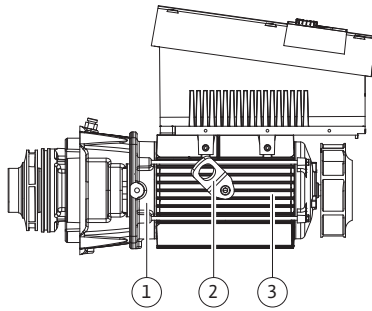

Fig. 13: juego de introducción
Desde el punto de vista del montaje, el rodete (Fig. 6, pos. 6) y la linterna (Fig. 6, pos. 7) pertenecen al juego de introducción (Fig. 13).
Para hacerlo, se retiran las argollas de transporte (Fig. 13, pos. 2) de la brida del motor (Fig. 13, pos. 1), se colocan en la carcasa del motor y se vuelven a fijar con los mismos tornillos a dicha carcasa (Fig. 13, pos. 3).